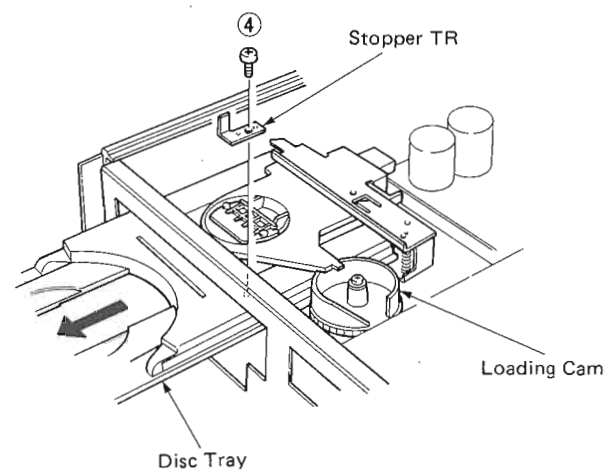

Fig. 2
- Pull out the Disc Tray by turning the Loading Cam in Fig. 2.
- Remove screw (④) in Fig. 2, and then remove the Stopper TR.
- ローディングカムを回して、ディスクトレイを引き出す。(Fig. 2)
- ④のネジをはずし、ストッパーTRをはずす。(Fig. 2)